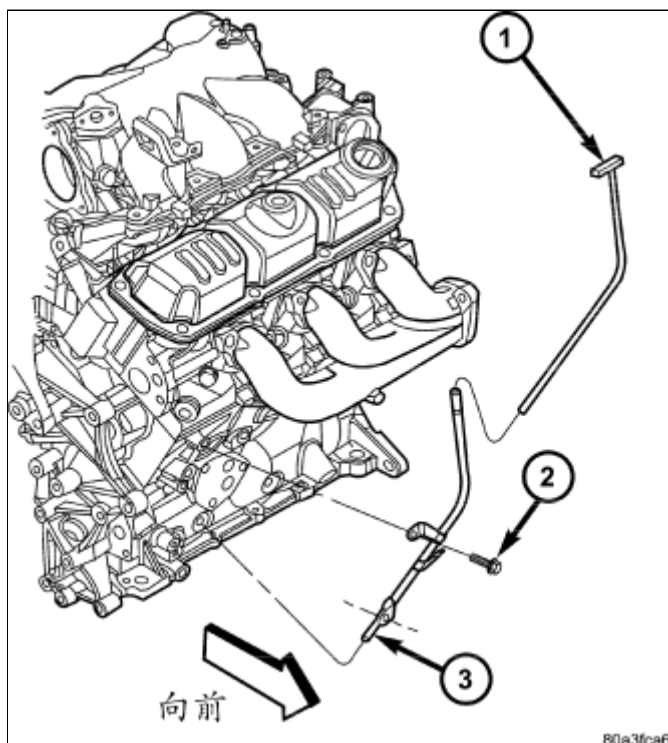

图 4 机油尺和管
11. 在机油尺管上安装新的O型圈。 安装机油尺管总成(图 4)。